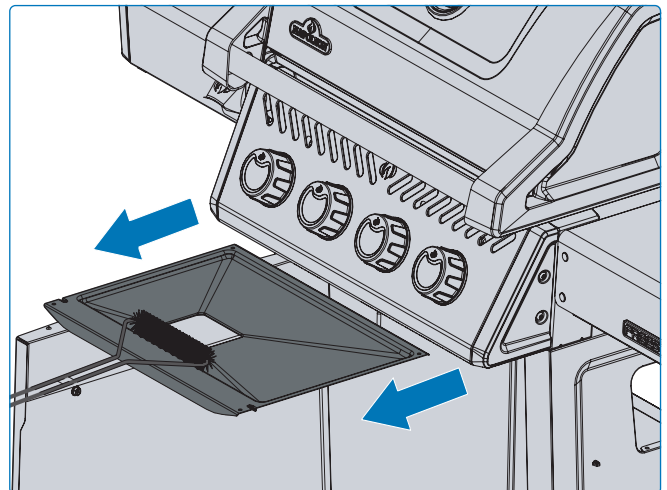

Fig. 23
- Nettoyez le bac d'égouttage toutes les 4 à 5 utilisations afin d'éviter l'accumulation de graisse (**Fig. 23**).